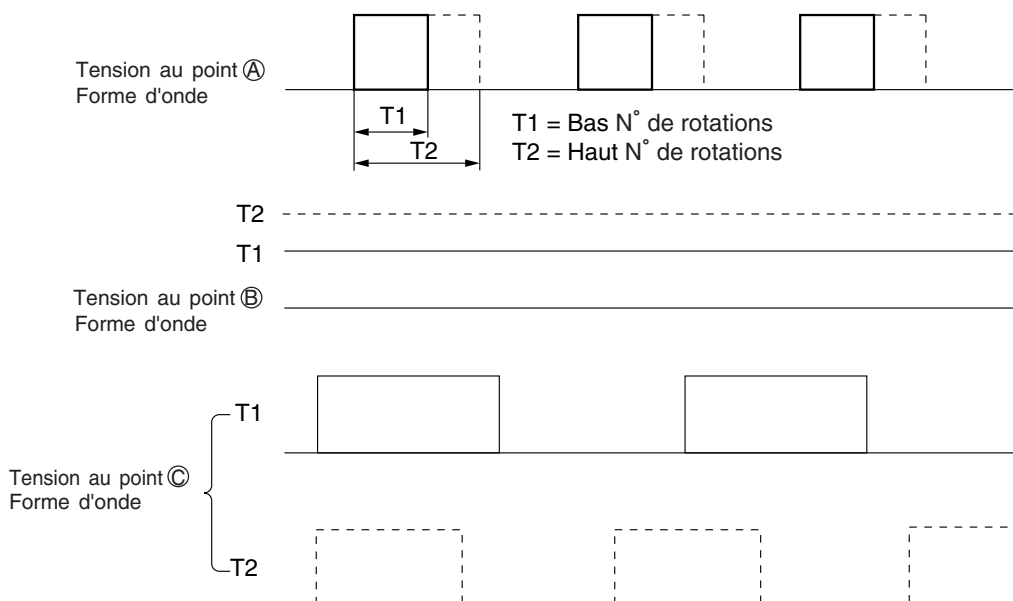

Fig. 6-2
- Pour le point **A**, une pulsation de PWM (modulation d'impulsions en largeur) de 15,7 kHz sera émise de la broche **40** du microprocesseur, comme indiqué sur la Fig. 6-2.